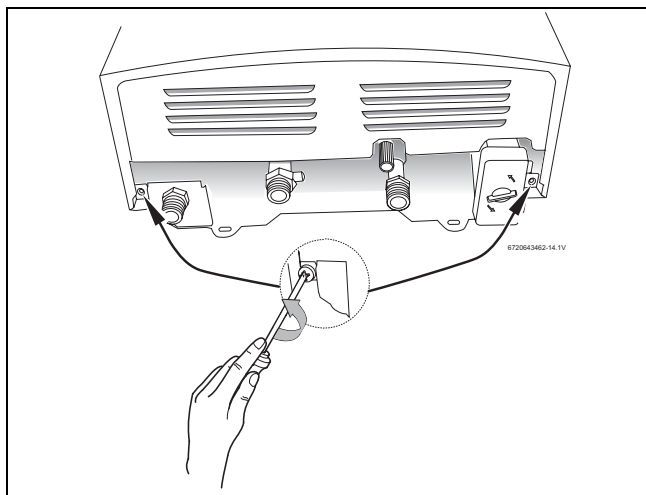

Fig. 17 Retirar a frente
- ▶ Desapertar os parafusos de fixação do chassi (→ Fig. 17).